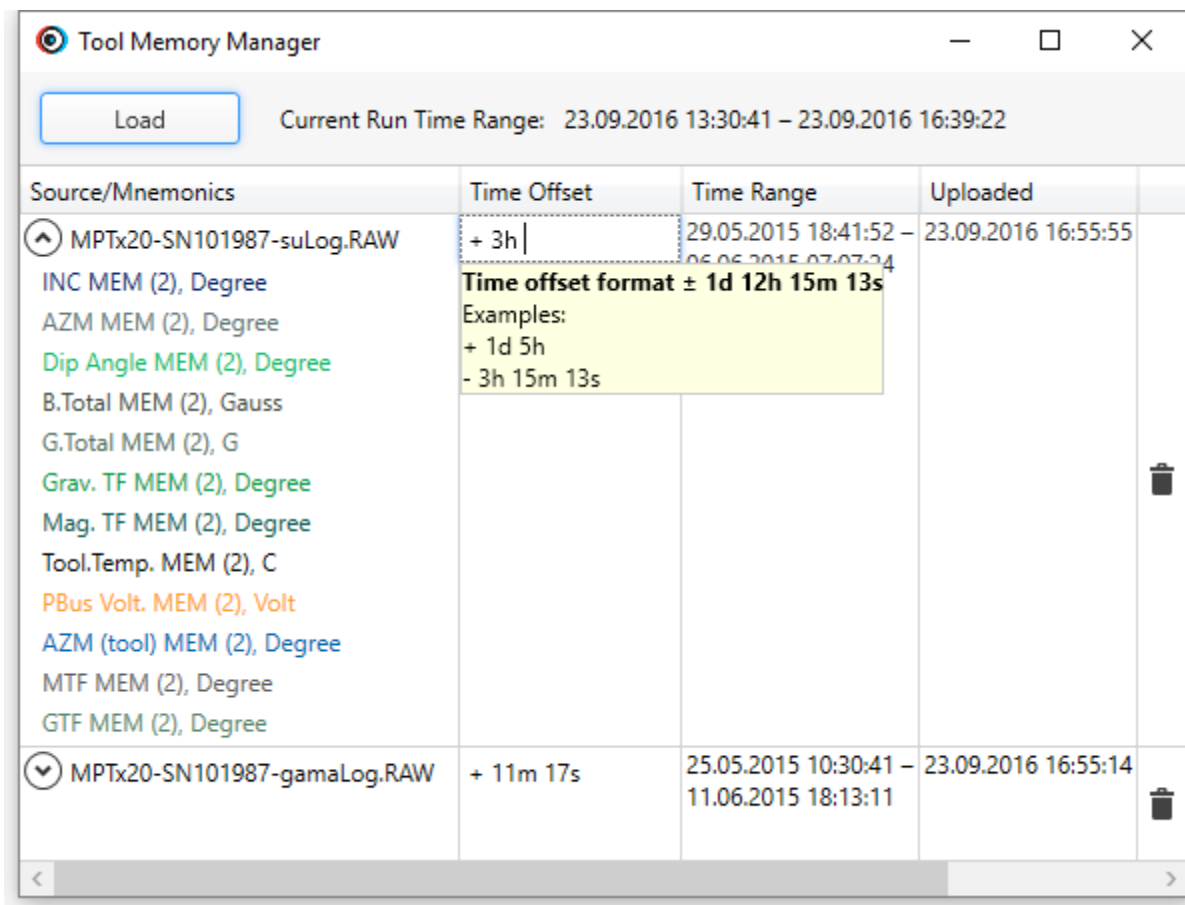

Рис. 5.6.5 Окно Tool Memory Manager
Все загруженные файлы, в том числе загруженные из них мнемоники, отобразятся в менеджере загрузок Tool Memory Manager (Load Data → Download Tool Memory, Рис. 5.6.5). В нем при необходимости можно редактировать Time Offset или удалить ненужные файлы.
4. Вернитесь в меню загрузки файлов (Рис. 5.6.5) (Load Data -> Download Tool Memory) и отредактируйте значение Time Offset. Если необходимо обнулить сдвиг по времени, очистите поле в столбце Time Offset.